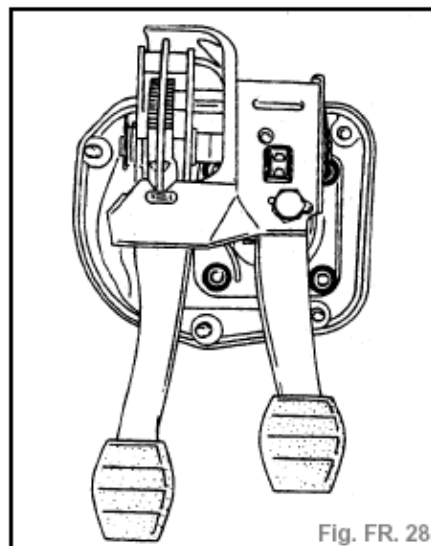

Fig. FR. 28
- Dévisser les écrous de fixation du servofrein et le déposer (fig. FR. 28).